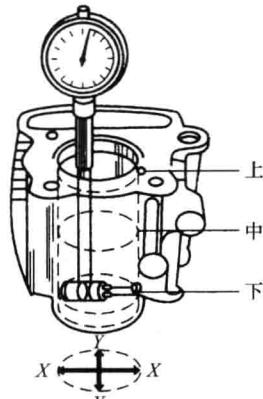

图1-1 汽缸体的测量
① 汽缸体磨损的检查，就是应用内径千分表来测定缸体的磨损量，主要量取汽缸内壁实际圆柱度和圆度，以便维修。测量方法是，将内径千分表轻轻地放在汽缸内孔中，且汽缸内径中心线与表头垂直，左右摆动内径千分表，并观察指针读数。测量部位如图 1-1 所示，在轴向选上、中、下三段共六点，各测一次汽缸内径，其中最大值作为汽缸内径值。若测量结果在允许范围内，可更换活塞环继续使用；若该值超过维修极限，则表明汽缸磨损严重，